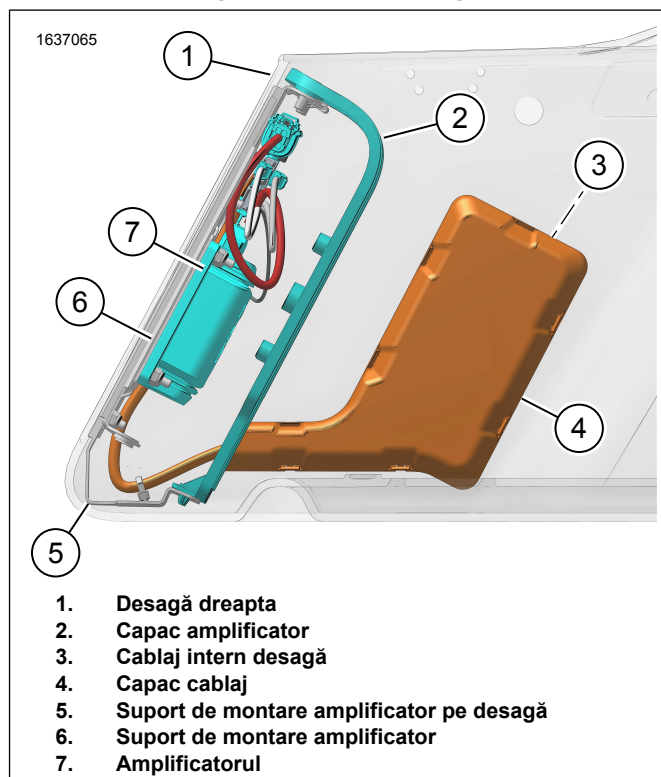

Figura 13. Cablaj desagă cu amplificator
11. Figura 13 Montați ansamblul suportului de montare amplificator.